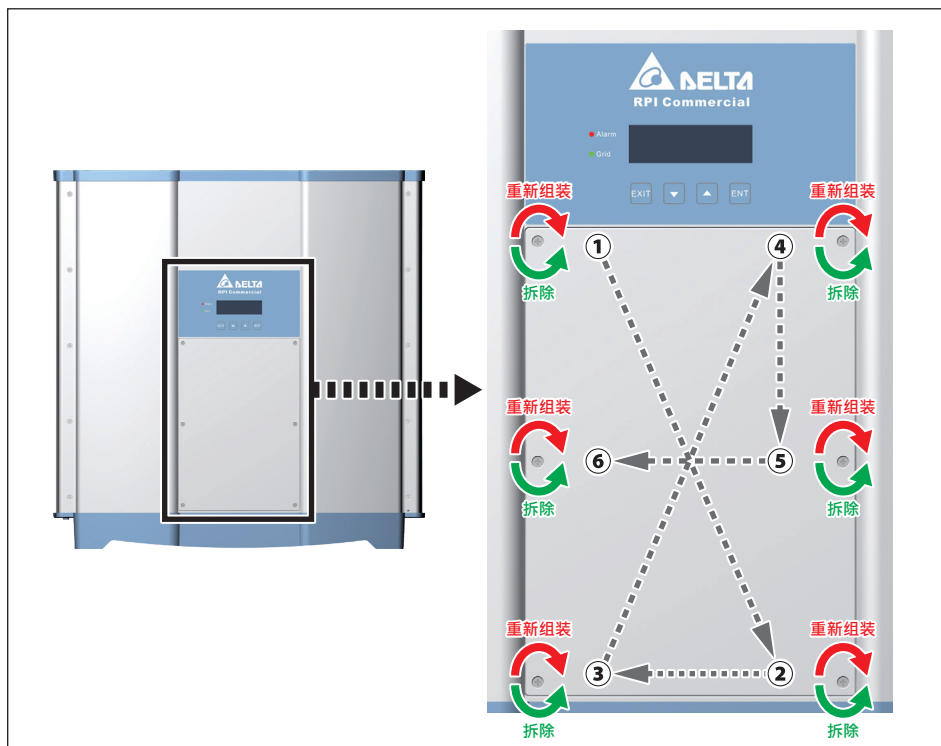

图6-1：卸下/重新装上前盖
2. 将前盖显示面板下方的六个螺丝旋开。(参考图6-1)
8. 将前板锁上螺丝时请依照图6-1顺序。